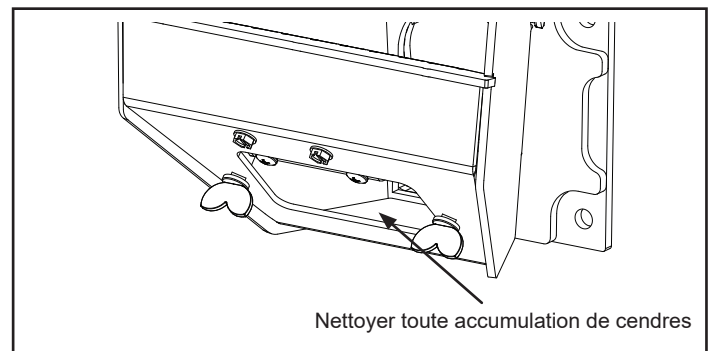

Figure 2.8
- Soulevez le couvercle de nettoyage pour ouvrir la chambre de nettoyage inférieure. Figure 2.8